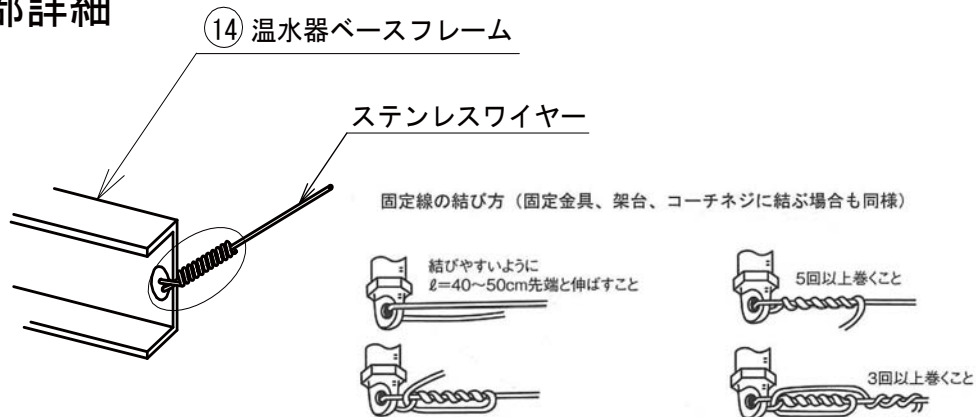

図 15
- 固定線は図 15 のように結び、緩みがないようにします。